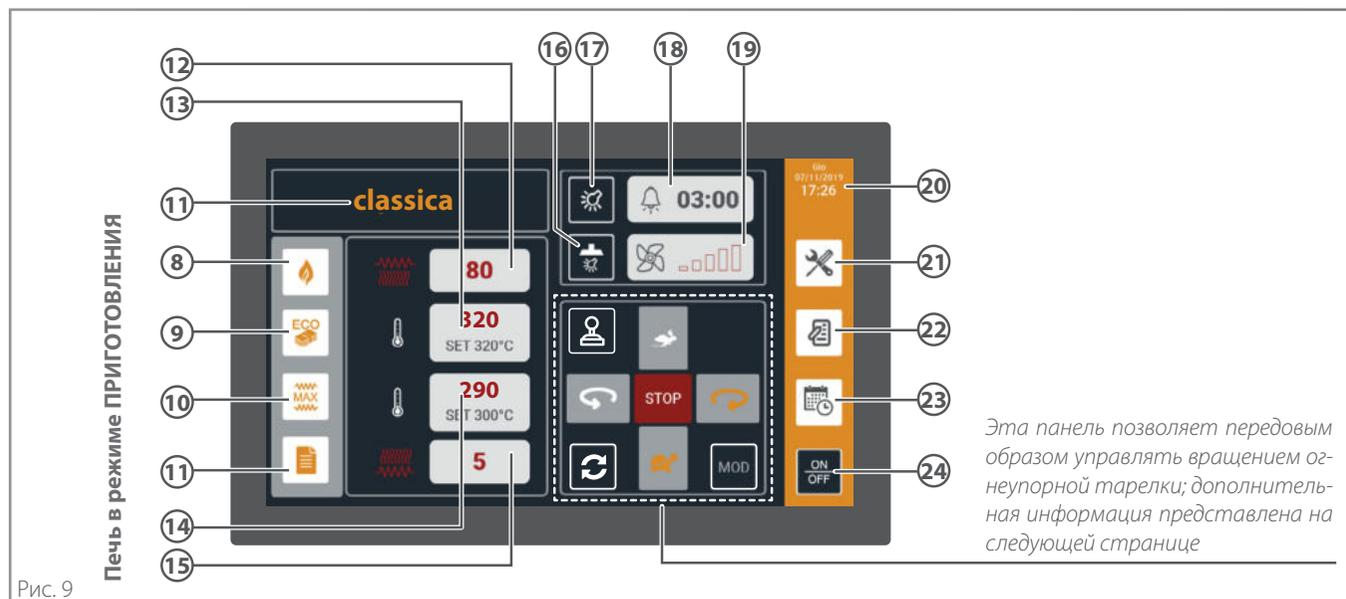

Рис. 9
► Рис. 9 ПЕЧЬ В РЕЖИМЕ ПРИГОТОВЛЕНИЯ